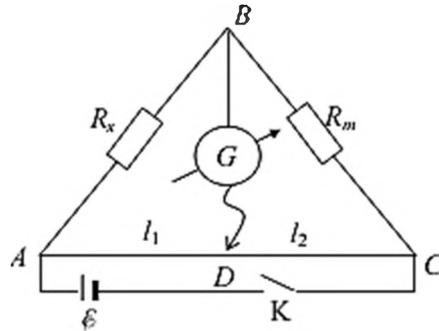

Рис. 2
В настоящей работе используется установка, электрическая схема которой показана на рис. 2. Сопротивление  $R_1$  заменено неизвестным сопротивлением  $R_x$ , величину которого нужно определить; вместо постоянного резистора  $R_2$  включен магазин сопротивлений  $R_m$ , позволяющий менять значение этого сопротивления в широком диапазоне; сопротивления  $R_3$  и  $R_4$  заменены единой эталонированной проволокой ADC (ее сечение одинаково по всей длине) – реохордом. Движок  $D$ , перемещаясь по реохорду, меняет плечи мостика  $R_3$  и  $R_4$ .
1. В плечо АВ (рис. 2) включите неизвестное сопротивление  $R_x$  (№1- белая коробочка). Движок реохорда поставьте так, чтобы он находился примерно посередине реохорда. В плечо ВС включите магазин сопротивлений (№1- чёрная коробочка с ручкой переключения).